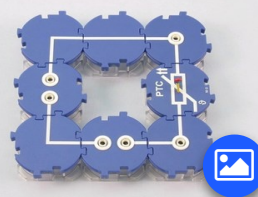

Fig. 1
- Construis l'expérience conformément aux figures 1 et 2. Choisis les plages de mesure 10 V- et 30 mA-.